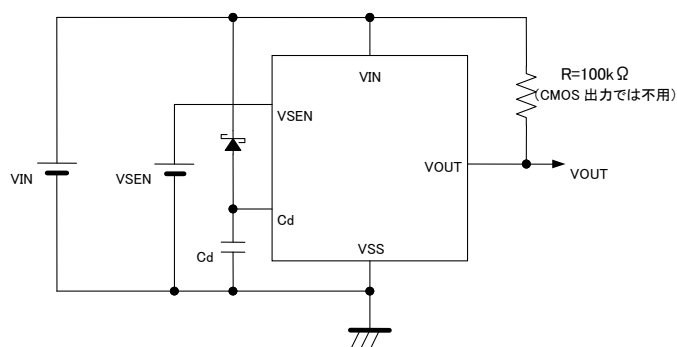

図 3:遅延容量端子にショットキーダイオードを接続した回路例
5. 遅延容量端子にコンデンサを接続した状態で、解除動作時に電源入力端子電圧が急激に低下(例:6.0V から 0V)する事が想定される場合は、図 3 のように電源入力端子-遅延容量端子間にショットキーダイオードを接続してご使用ください。